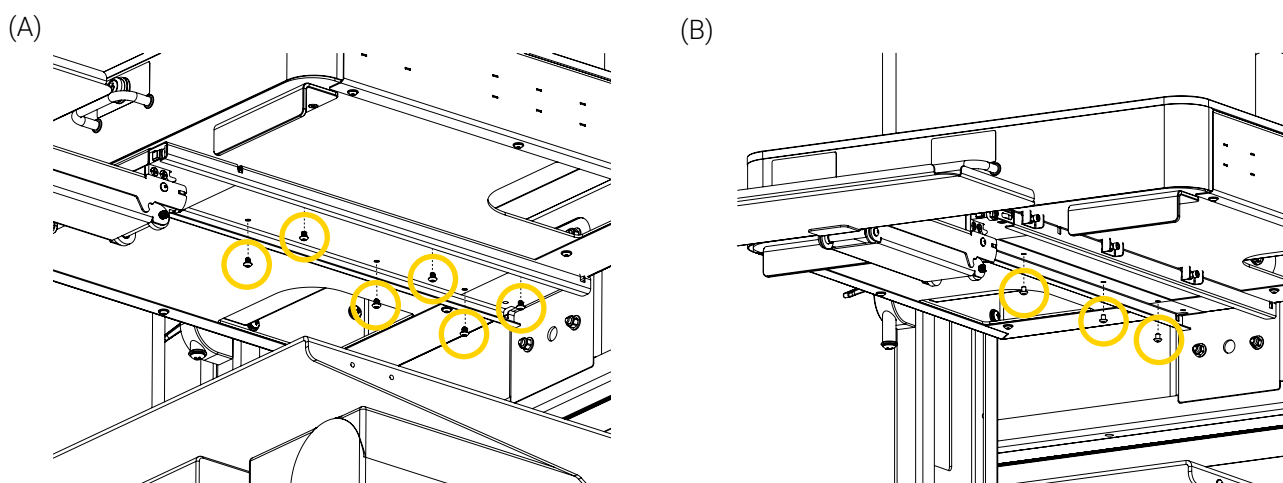

Figure 5: Retrait des premières vis accessibles
6. Pendant qu'une (1) personne tien le plateau, retirer les vis du mécanisme coulissant à l'aide d'une clé hexagonale 1/8 po :
- Pour un Chariot d'endoscopie avec un mécanisme coulissant en 1-partie, retirer les six (6) premières vis accessibles (Figure 5 A). La visserie ne sera pas réutilisée et peut être jeté.
- Pour un Chariot d'endoscopie avec un mécanisme coulissant en 2-parties, retirer les trois (3) premières vis accessibles situées du côté gauche (Figure 5 B). La visserie ne sera pas réutilisée et peut être jeté.